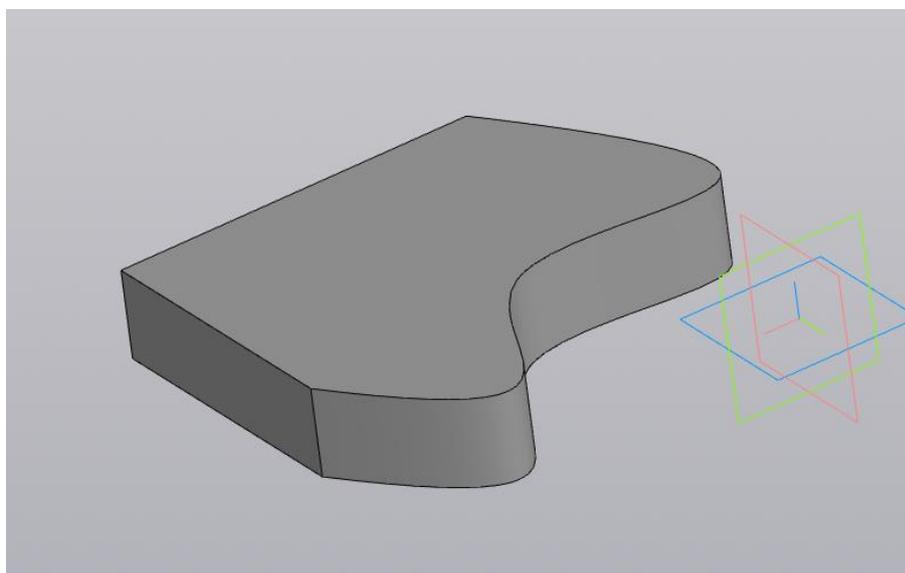

Рисунок 5.13 – Деталь со стороной, сделанной с помощью операции «Сплайн»
3. Массив вдоль кривой. Рассмотрим массив вдоль кривой на примере. Допустим есть деталь, одна сторона которой сделана с помощью сплайна (рисунок 5.13):